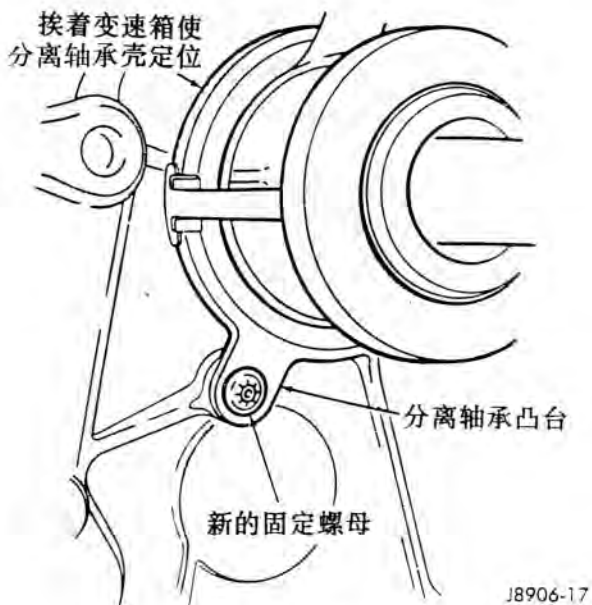

图 11 分离轴承的安装
(3) 在变速箱输入轴上安装分离轴承 (图 11)。
(4) 通过离合器壳上的开口处装分离轴承油管和放气油管。
(5) 通过定位销将分离轴承靠近变速箱 (图 11)。
(6) 用新的固定螺母将分离轴承紧固在定位销上 (图 11)。
(7) 解开固定活塞的尼龙带。